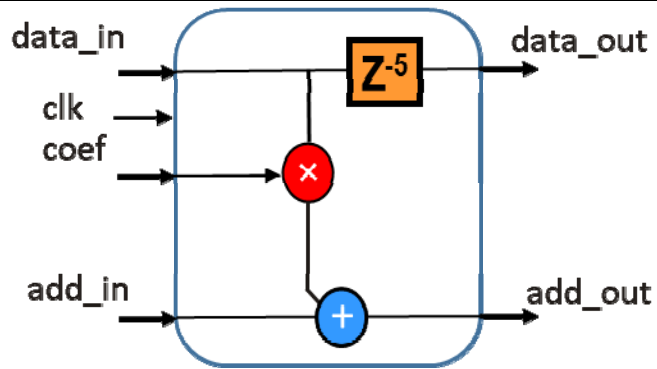

Figura 10. Módulo de la celda básica Mult_add
8) Codificar, utilizando el lenguaje de descripción hardware Verilog, la celda básica de la figura 10. (1 punto)